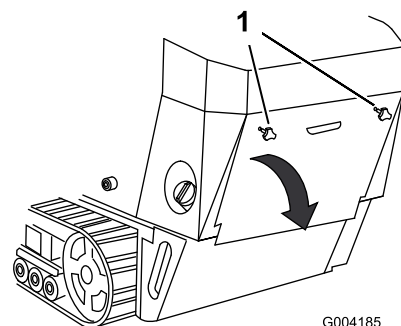

Figure 24
1. Dévissez les 2 boutons de fixation du couvercle d'accès arrière à la machine (Figure 24).
2. Basculez le couvercle d'accès arrière vers le bas et déposez-le pour accéder aux composants internes (Figure 24).